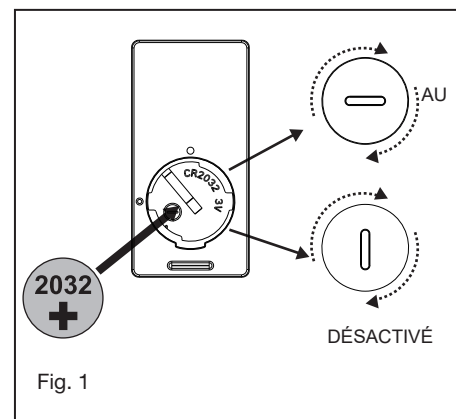

Fig. 1
- 1 Retirez l'une des trois vis du moyeu de montage situé sur le moteur du ventilateur. Desserrez les 2 autres vis. (Ne pas retirer) (Fig.1)
- 1 Sélectionnez un emplacement souhaité. Utilisez la plaque murale pour marquer l'emplacement des trous de montage. Des chevilles murales en plastique ou des vis de montage sont nécessaires pour cette application. (Fig. 1)
Retirez le panneau de l'émetteur, puis installez une pile 2032 (incluse). Vous devez utiliser une pièce de monnaie pour ouvrir ou fermer le couvercle de la batterie. Pour éviter d'endommager l'émetteur, retirez la batterie si vous ne l'utilisez pas pendant de longues périodes (Fig. 1)